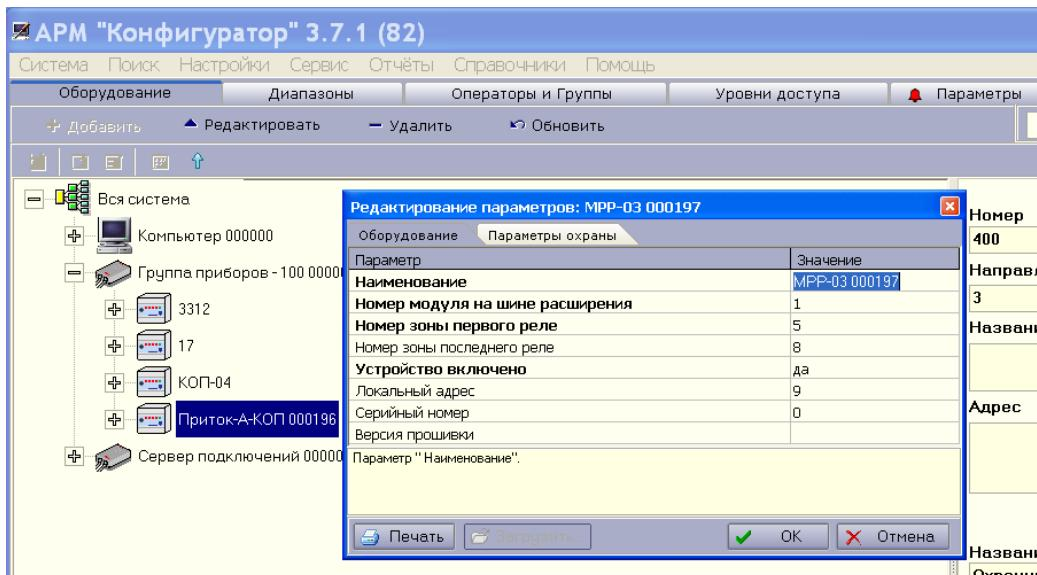

Рисунок 9
- нажмите кнопку «OK» (см. Рисунок 9).